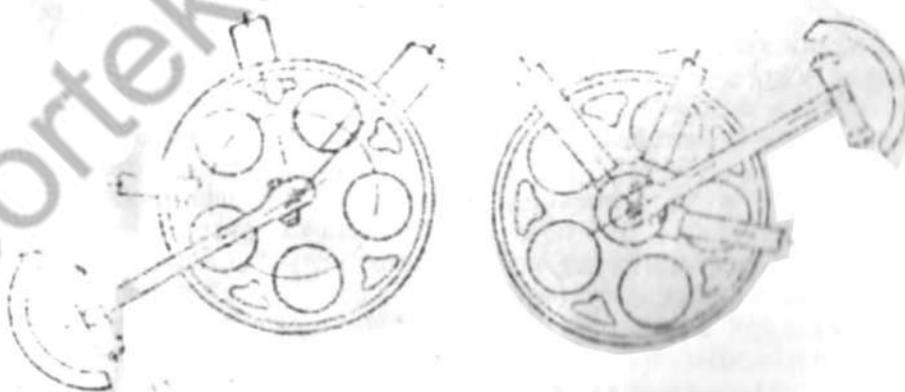

Рис. 5. Установка педалей
Если продольного смещения седла недостаточно для удобной посадки, снять седло с седлодержателя, повернуть на пол-оборота замок (3) и укрепить седло на седлодержателе. При этом замок седла окажется сзади седлодержателя (рис. 5б).